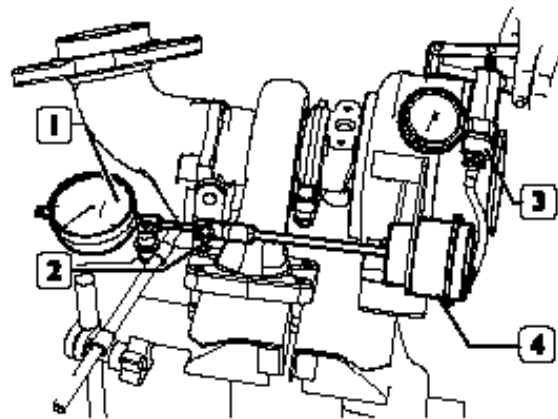

Figura 289
Feche as entradas e saídas do ar, dos gases de escape e do óleo de lubrificação. Efetue uma cuidadosa limpeza externa do turbocompressor utilizando para tal líquido anticorrosivo e antioxidante. Desconecte a tubulação (2) na boca da válvula limitadora de pressão (1) e monte na mesma a tubulação do aparelho 99367121 (3, figura 289).